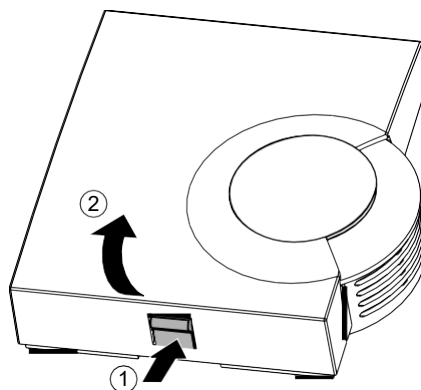

Figura 1: Quitar la tapa de la caja
- ▶ Quite la tapa de la caja del sensor de temperatura ambiente (véase Figura 1).
- Quite la tapa de la caja (véase Figura 1, página 19).
- Quite la tapa de la caja del HCW 82 (véase Figura 1, página 19).